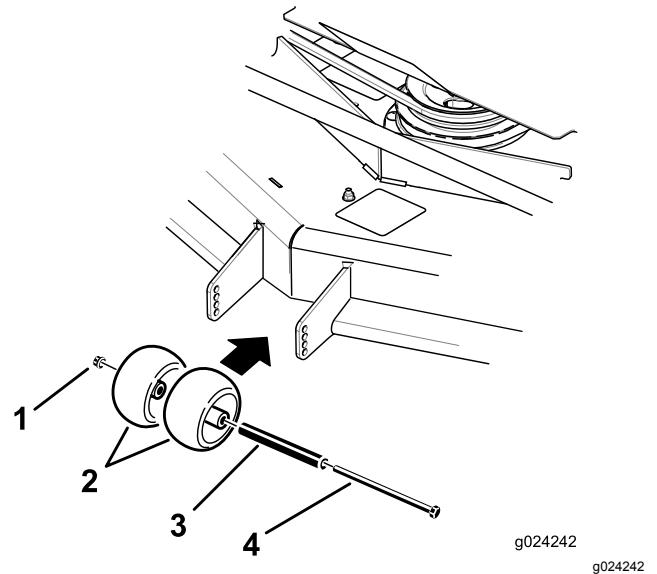
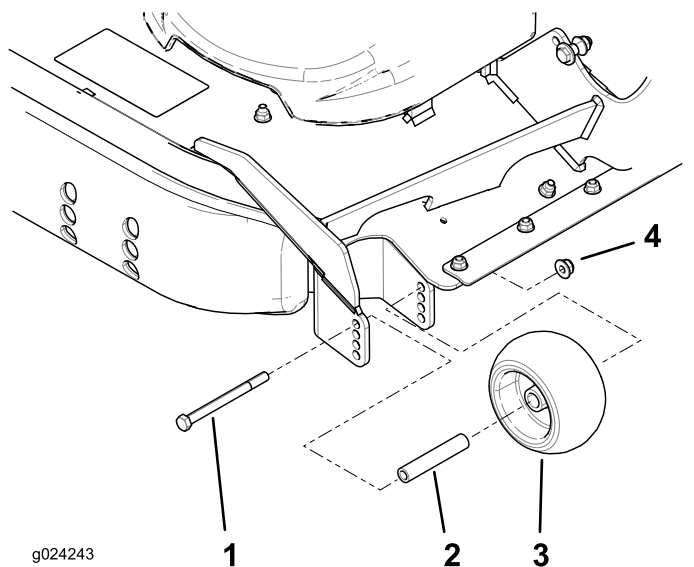

Figura 34
Figura 35
3. Ajuste los rodillos protectores del césped según se muestra en Figura 34 y Figura 35.